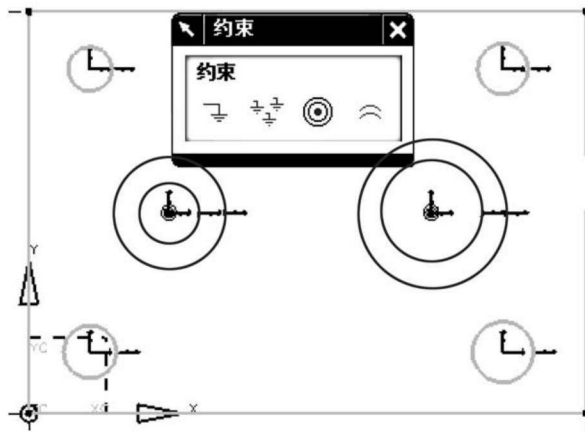

图 1.7 约束等半径
(6)单击“约束”按钮,选择如图1.7所示角落四个圆形,单击“等半径”按钮.